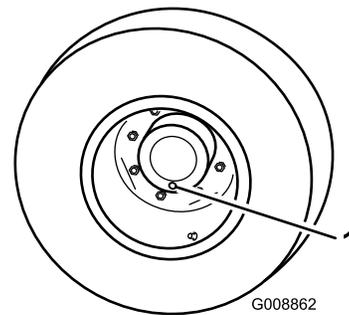

Рисунок 88
1. Поставив машину на ровную поверхность, расположите колесо так, чтобы одна контрольная пробка находилась в самом нижнем положении (6 часов) (Рисунок 88).